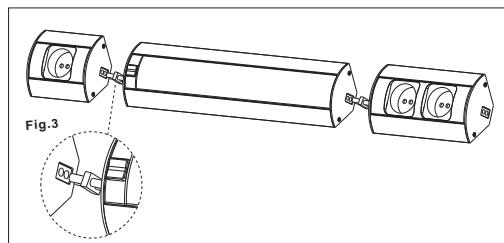

Fig.3
- Complete the possible continuous raw with the other grips a/o lamps interposing between them the PK connector provided and produced by L&S (fig.3).
- Compléter l'éventuelle "ligne continue" avec les autres prises et/ou lampes en interposant entre elles le connecteur en dotation PK, de production L&S. (fig.3).